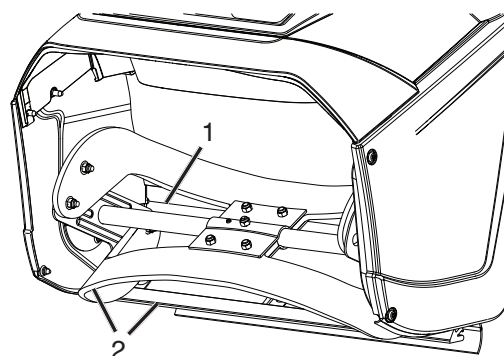

Figure 16
**IMPORTANT:** Lors du fonctionnement initial, il peut y avoir de l'usure entre les lames de la tarière et le racloir. Une performance maximale, tant pour le soufflage de la neige que la conduite, est atteinte lorsqu'il n'y a pas de dégagement entre ces deux parties (Figure 16).